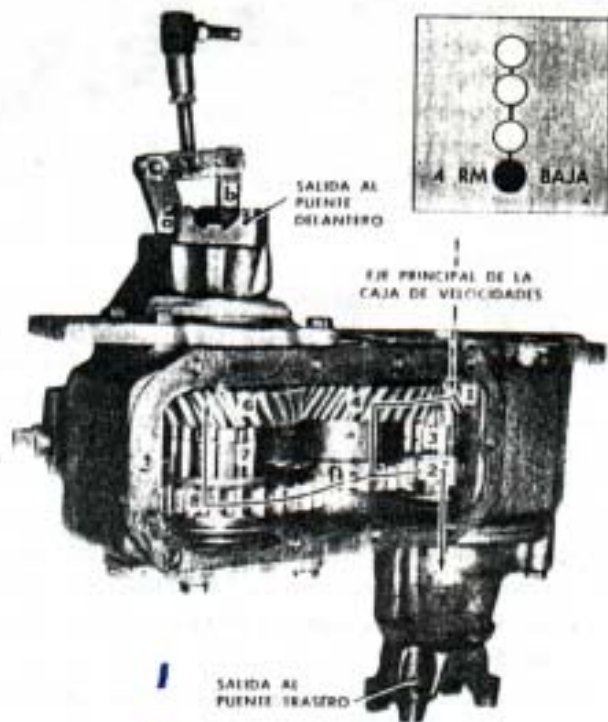
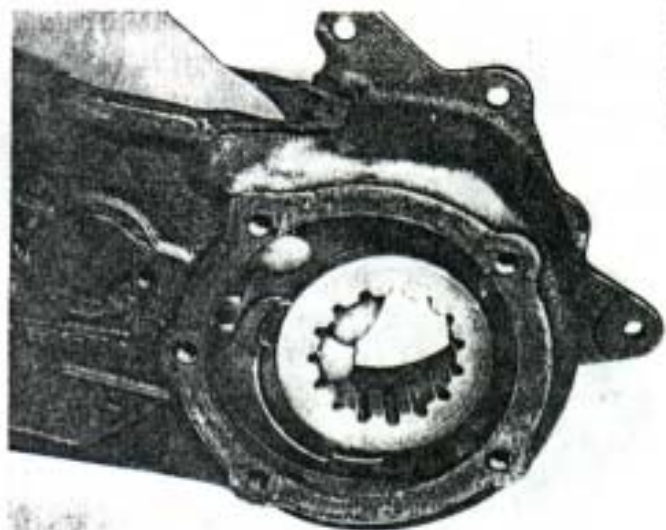

Fig. 287. — Vista de la caja en "Baja Doble Tracción".
Fig. 289. - Extrayendo el engranaje de la horquilla de alta y baja del eje trasero.
Baja doble tracción (Fig. 287). Para lograr esta posición es necesario tirar totalmente hacia atrás la palanca en la cabina, al llegar la palanca a la posición correcta se apagará la luz del indicador "Neutral" y se encenderá la luz del indicador de "4 ruedas motrices" siendo indispensable tener esta indicación antes de poner en movimiento el vehículo.
- 7) Colocar las barras de cambio de la caja de transferencia en baja doble tracción como se muestra en Fig. 287 y en esa posición retirar el engranaje de la horquilla de alta y baja del eje trasero, tomándolo como se indica en la Fig. 289.